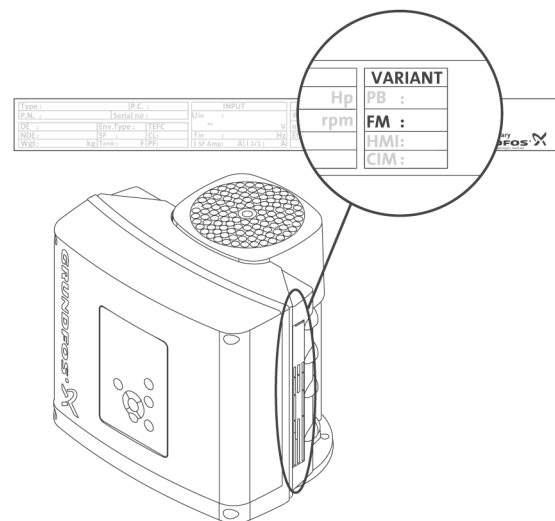

Рис. 75. Определение функционального модуля
Описания и краткие сведения о клеммах в этом разделе относятся к однофазным и трехфазным электродвигателям. Количество клемм зависит от функционального модуля (FM). Установленный модуль можно определить по фирменной табличке. См. рис. 75.